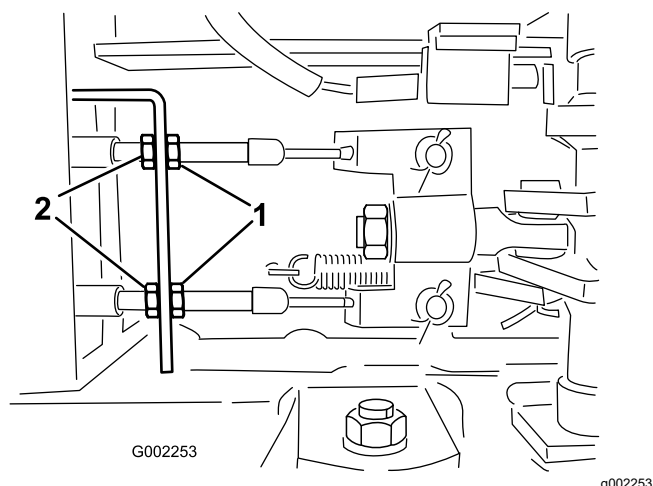

Figura 105
5. Desaperte as porcas de retenção dianteiras nos cabos dos travões por baixo da parte dianteira do pulverizador (**Figura 105**).
6. Aperte as porcas de retenção traseiras de forma idêntica até o pedal dos travões se deslocar entre 1 a 2,5 cm antes de se verificar qualquer resistência (**Figura 105**).